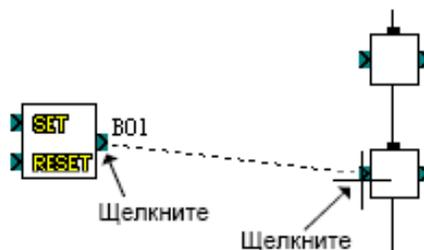

Рисунок 6.12 – Подключение между значками
**Чтобы сделать подключение между значками:** (Рисунок 6.12)